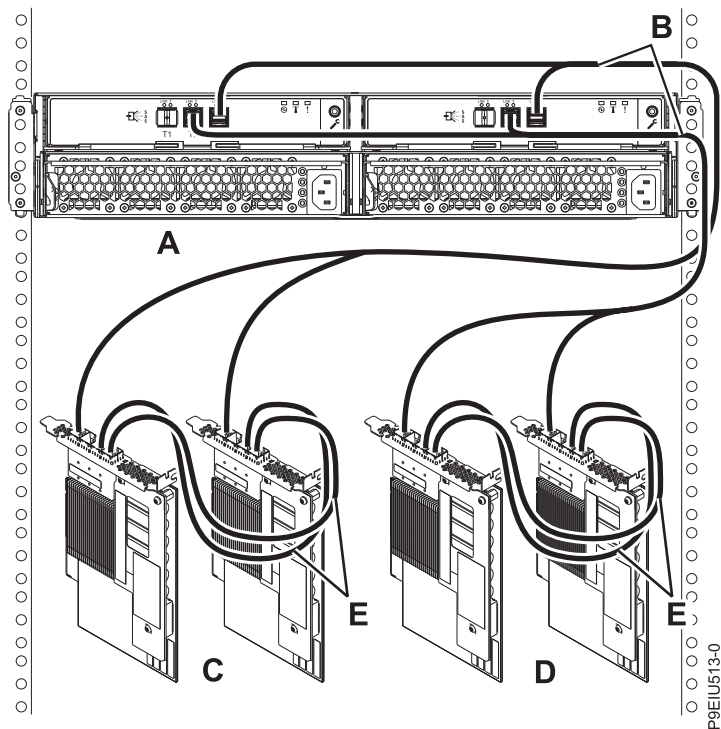

Figura 21. Conexión en la modalidad 2 de un ESLS mediante cables X12 a dos pares de adaptadores SAS FC EJ0L o dos pares de adaptadores SAS FC EJ14 con cables AA
21. Lleve a cabo una conexión en la modalidad 2 de un alojamiento (A) utilizando cables X12 (B) a dos pares de adaptadores SAS FC EJ0L o a dos pares de adaptadores SAS FC EJ14 (C y D) con cables AA (E), tal como se muestra en la Figura 21 en la página 24. A continuación, prosiga con “Conexión de los cables, cables de alimentación e instalación de cubiertas” en la página 26.